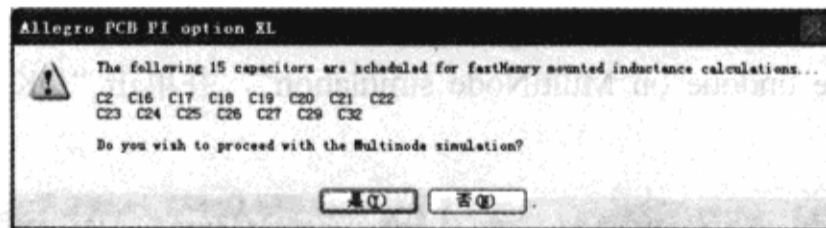

图 10-7-96 警告窗口
(5) 在“Power Integrity Design & Analysis”对话框中单击“Multi Node Simulation”按钮，并在 Allegro PCB PI option XL 警告窗口中单击“是”按钮，如图 10-7-96 所示。